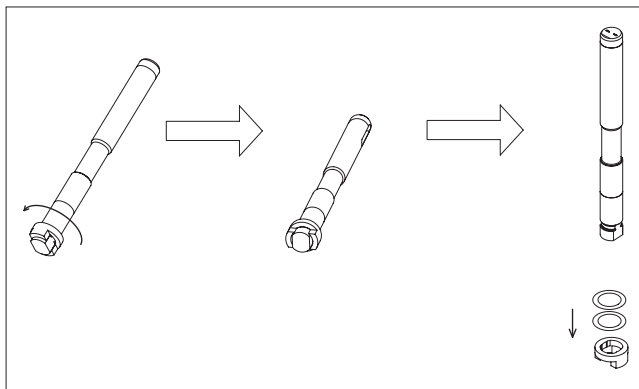
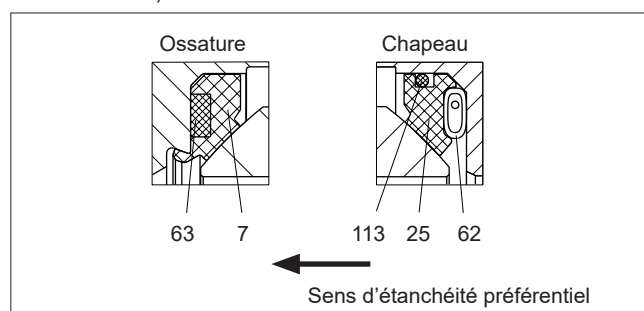
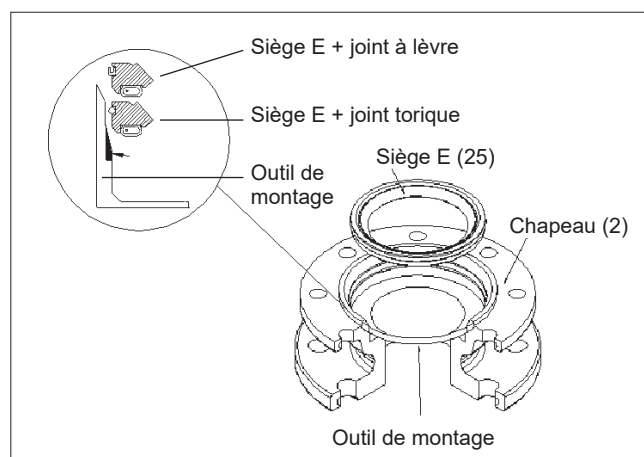

Fig. 19 Retrait de l'anneau de retenue dans les tailles 1» et 1.5 »
Fig. 23 Sièges E
Fig. 24 Montage du siège E
- Enlevez les boulons de fixation (18) du fouloir (9), le set de disques-ressorts (150), un goujon (14), puis les fers de retenue (42) et le fouloir. Enlevez les garnitures de presse-étoupe (69). Enlevez le pignon d'entraînement (2«-8») ou l'anneau de retenue (1«-1.5») de l'intérieur du corps. Pour l'illustration détaillée du retrait de l'anneau de retenue, voyez la figure 19. Extrayez l'axe (5) en le tirant vers l'extérieur. Attention ! Les paliers axiaux (70) se détachent alors de l'axe.
- **Siège E:** Placez le joint de siège (113) dans la gorge (25) du pourtour extérieur du siège (figure 24). Placez le ressort (62) dans le corps. Mettez le siège en position avec l'outil spécial fourni avec ses instructions (cf. figure 24 et Chapitre 8 «Outillage nécessaire»).
- **Sièges S:** Montez le joint (63) sur un siège (7) comme indiqué sur la figure 19. Posez le siège sur la sphère.
- **Sièges T et M:** Montez un siège (7) sur la sphère.
- **Sièges E:** Montez le joint (113) dans la gorge du pourtour extérieur du siège (25) comme indiqué sur la figure 23. Placez délicatement le ressort (62) du côté du demi-corps (2), à l'aide de l'outil spécial (cf. chapitre 8 «Outils nécessaires», mode d'emploi séparé fourni avec l'outil), conformément à la figure 24.
- Posez le joint de corps (65) dans son logement. Vissez les goujons (12) dans le demi-corps (1).
- Placez avec prudence le demi-corps (2) sur le demi-corps (1). Veillez à ce que les trous de la bride soient parfaitement alignés suivant le repérage effectué au cours du démontage.
- Serrez les écrous (16), de préférence complètement en assurant la compression des deux demi-corps. S'il n'est pas possible d'utiliser une presse, effectuez le serrage progressivement en passant d'un côté de la vanne à l'autre. Les couples de serrage à respecter sont indiqués au tableau 3, section 4.9.4.
- Serrez les écrous (18) du fouloir aussi fort que possible à la main, puis conformément au point 4.2. Vérifiez l'étanchéité de la vanne sous pression et procédez avec prudence au resserrage des écrous si nécessaire.